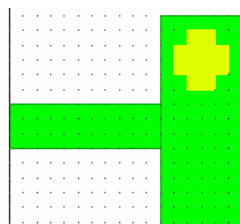

Рис. 6.25
- Выберите в меню **Draw>Modify Shapes>Union** (Чертить>Модифицировать формы>Объединить) или щёлкните по значку **Union** на панели инструментов, чтобы объединить обе перемычки. Созданная перемычка будет выглядеть, как показано на рис. 6.25.
Примечания. 1. Точность моделирования обычно будет достаточной, если цилиндрическое отверстие межслойного перехода аппроксимировать призмой в виде двух пересекающихся прямоугольников (рис. 6.25). Центр призмы должен совпадать с центром отверстия.